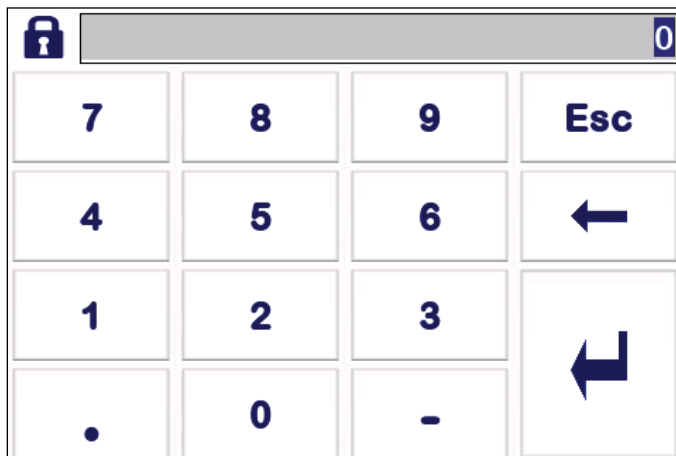

Рис. 20 Панель ввода пароля
**Прим.:** Если устройство заблокировано сначала появится окно для ввода пароля (рис. 20).